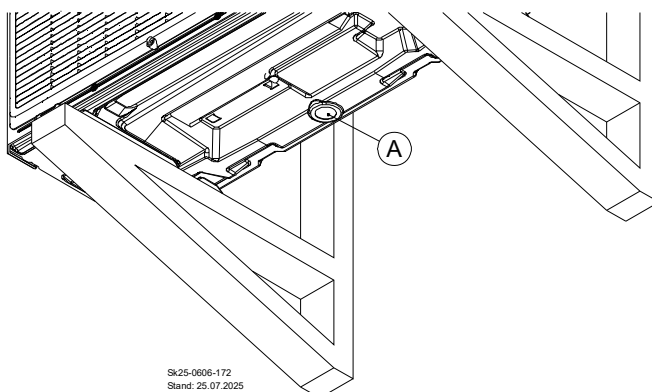

Abb. 17: Kondensatablauf A der Außeneinheit
- ➔ Planen Sie einen ausreichenden Kondensatablauf an einer geeigneten Position unter der Außeneinheit (s. Abb. 17) gem. Kap. 3.11.2 ein.